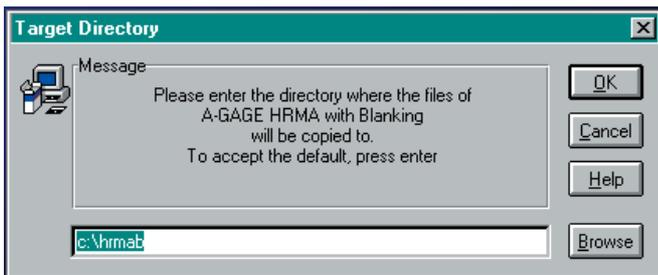

Abbildung 4-3. Installation der MINI-ARRAY-Software: Zielverzeichnis
4. Ein Dialogfeld zum Target Directory (Zielverzeichnis) wird geöffnet (Abbildung 4-3). Das Standard-Verzeichnis ist **c:/HRMAB**. Wählen Sie **OK**, um das Standard-Verzeichnis zu wählen, oder geben Sie ein anderes Verzeichnis ein und klicken Sie dann auf **OK**.